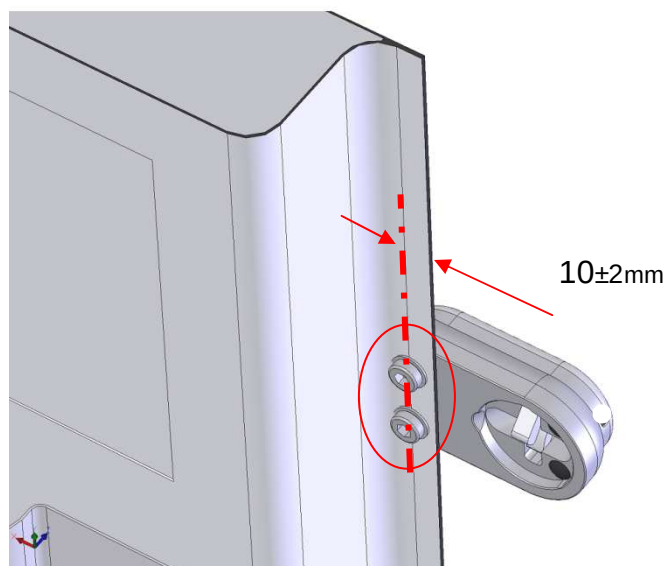

Fig.5
- La posizione dei primi due fori da 9 è a circa 10 ± 2 mm dal bordo verticale della portiera che apre (vedi fig.5). Si tratta di una superficie del portellone molto resistente. La tolleranza indicata serve a consentire il posizionamento della testa cilindrica del perno M8 entro il bordo e mai oltre esso.
Prima di forare verificare che la testa del perno M8 sia contenuta nel bordo (vedi fig.5).